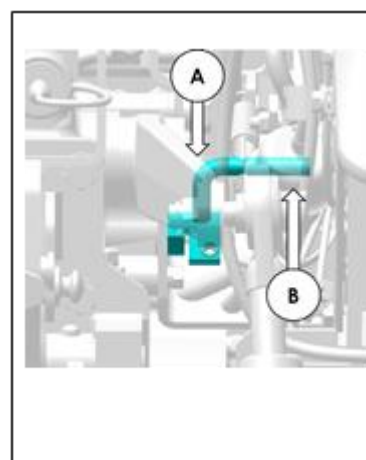
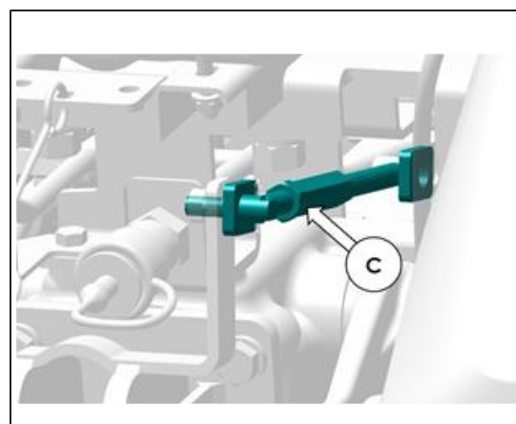

Fig. 120 - ÉCART À RÉGLER
Fig. 121 - ÉCROU DE RÉGLAGE DE L'ÉCART
4. Assurez-vous que l'écart entre (A) et (B) est de 3 à 4 mm. Ajustez l'écrou (C) pour obtenir cet écart (voir fig. 120 et fig. 121).